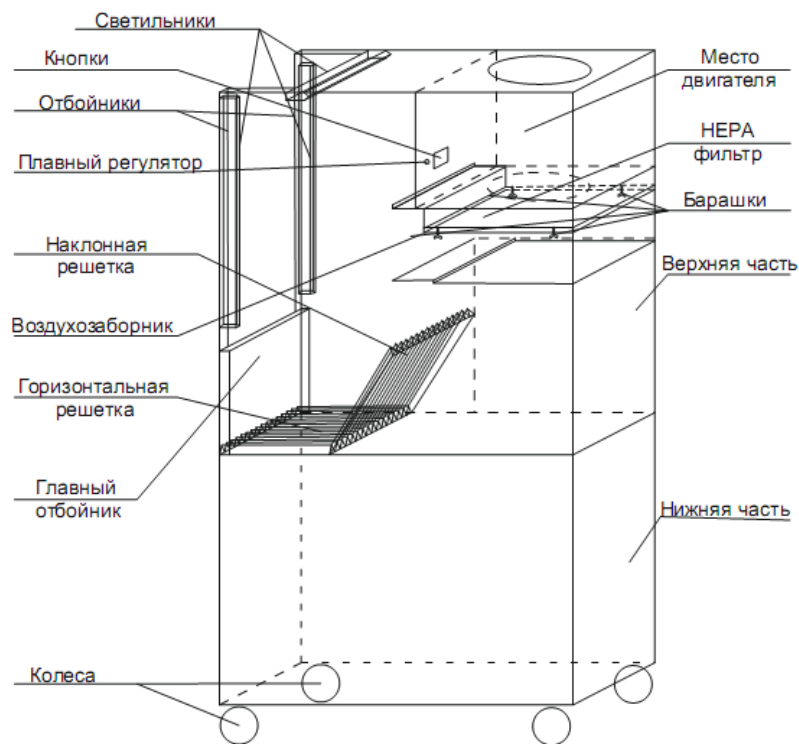

Рис.3
4.2.5. Установите на нижнюю часть пакет контейнерный согласно рис. 3. При необходимости пакет можно закрепить скотчем.